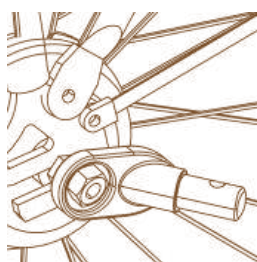

Rysunek 11
1. Oś szybkiego zwalniania: Usuń szybkozamykacz z lewej strony tylnej osi roweru. Zamontuj hak między szybkozamykaczem a ramą. Dokręć szybkozamykacz zgodnie z instrukcją producenta roweru. Hak może pozostać na rowerze po zdjęciu przyczepki (Rysunek 11).